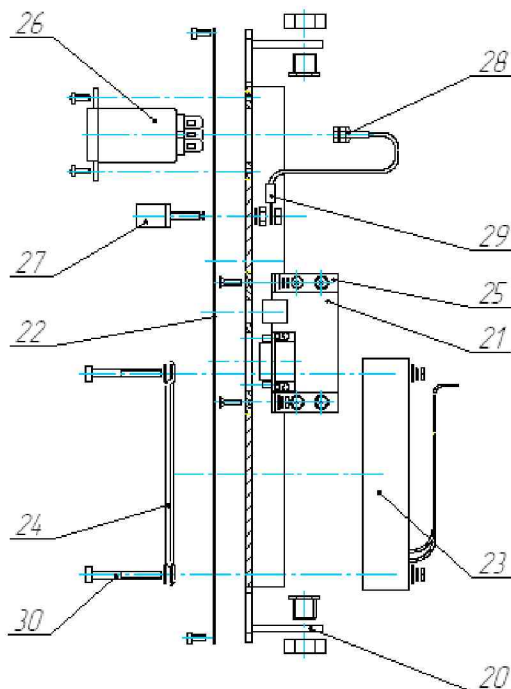

Рисунок 3.4 - Панель задняя блока базового
3.6.4.3 Сборка панели задней изображена на рис. 3.4.